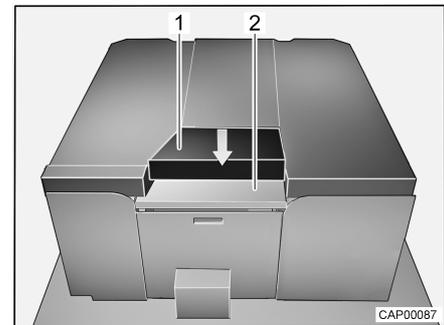

Bild 32 Nach dem Umbau
- Zusätzliches Einlegebrett (Bild 32,2) zwischen Bettkästen legen.
- Zusatzpolster (Bild 32,1) auf Einlegebrett legen.